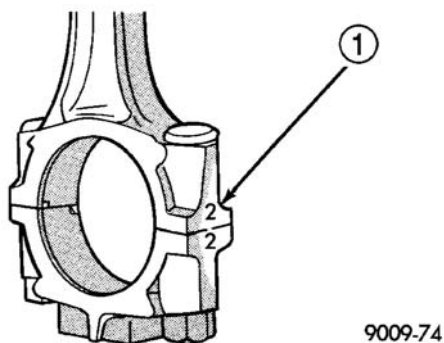

图 78 连杆的记号要和气缸相符。
(5) 检查连杆与连杆盖是否有气缸记号。若有须作上记号（图 78）。